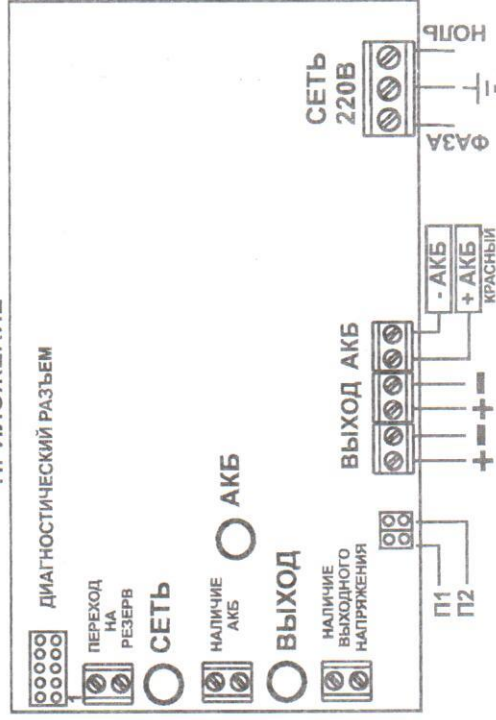

Рисунок 1. Вид источника с открытой крышкой (схема подключения)
- выдачу информационных сообщений «Переход на резерв», «Наличие АКБ», «Наличие выходного напряжения» посредством переключения контактов реле. Выдача информационного сообщения «Переход на резерв» осуществляется с задержкой, определяемой положением переключателя П1 и П2 (см. рисунок 1 Приложения). Соответствие задержки положению переключателя показано в таблице 8 Приложения;
Источник представляет собой стабилизированный источник питания, размещенный в металлическом корпусе со съемной крышкой. При открытой крышке (см. рисунок 1 Приложения) осуществляется доступ к печатной плате с установленной на ней выходными колодками, сетевой колодкой, колодкой для подключения АКБ, диагностическим разъемом и разъемами с релевыми выходами. Под пластиковым окном крышки корпуса расположены индикаторы «СЕТЬ» зеленого цвета, «АКБ» зеленого цвета и «ВЫХОД» зеленого цвета, свидетельствующие о состоянии работы источника.
Нагрузка подключается к колодке «ВЫХОД». Подключение нагрузки следует производить в соответствии с полярностью (см. схему подключения рисунок 1 Приложения).
Источник оснащен диагностическим разъемом (см. рисунок 1 Приложения), на который выведены напряжение выхода, напряжение клемм АКБ, сигнал о наличии сети, напряжение для питания внешнего устройства. Назначение контактов разъема и уровни напряжений см. таблицу 7 Приложения.
Подключение источника производится при отключенном сетевом напряжении и открытой крышке (см. рисунок 1 Приложения) в следующей последовательности: